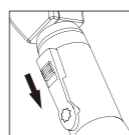

fig.1
1. Mettez l'appareil en marche (ou arrêtez-le) en poussant le bouton vers le bas (ou vers le haut) tel qu'illustré sur la **figure 1** ;